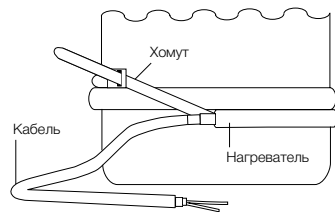

Рис. 6
- Демонтируйте термоизоляцию корпуса компрессора. Смонтируйте нагреватель в соответствии с рис. 6. Пластиковым хомутом обеспечьте натяжение, достаточное для плотного облегания компрессора нагревателем. Саморегулирующийся нагреватель должен плотно обогать компрессор.